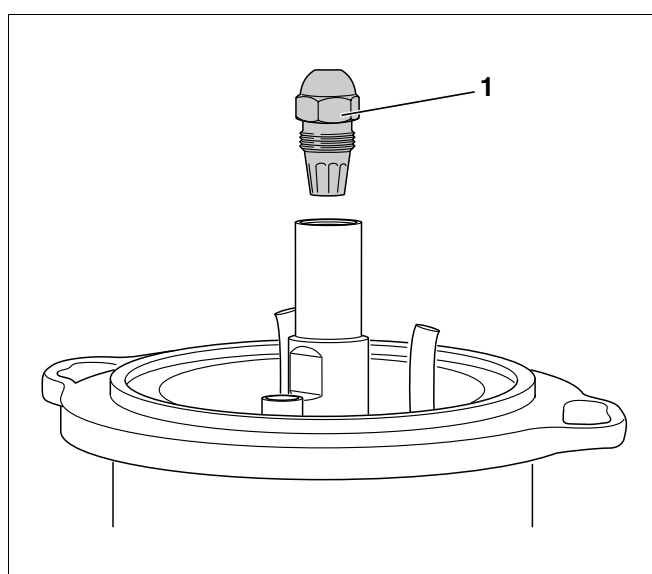

Fig. 29 Demontarea duzei
- Se (Fig. 29, **Poz. 1**) slăbește duza cu două chei SW 16 și SW 19.
- Deșurubați duza (Fig. 29, pagina 34).